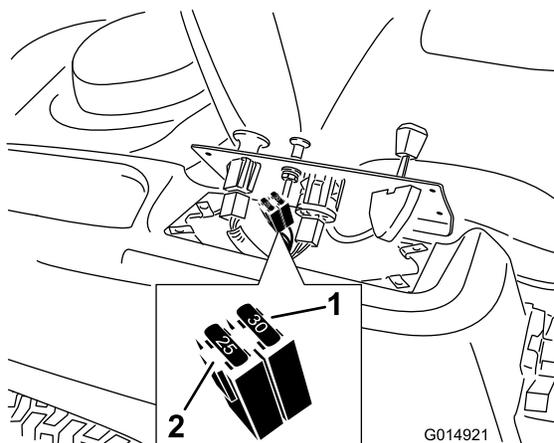

Figura 46
- Levante o painel de controlo para ter acesso à cablagem principal e ao bloco de fusíveis (Figura 46).
- Para substituir fusíveis, puxe o fusível para o retirar (Figura 46).